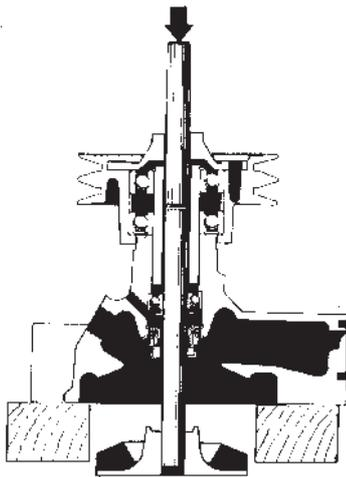

Fig. 194. Démontage du moyeu de ventilateur
- Placer la pompe comme le montre la figure 194 et extraire l'arbre de pompe en le repoussant vers le bas à l'aide d'un mandrin (Ø14 mm) jusqu'à ce que le moyeu (ou le flasque d'entraînement) soit bien dégagé.